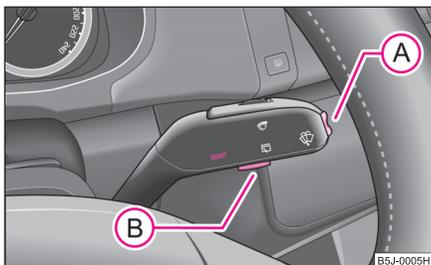

Fig. 10 Display de información: Elementos de mando
- El menú se activa pulsando la tecla basculante (A) ⇒ fig. 10 durnate más de 1 segundo.
- Mediante la tecla basculante (A) se puede elegir entre los menús. Tras pulsar brevemente la tecla (B) o tras soltar la tecla basculante (A) (después de unos 4 seg.) se mostrará la información elegida.